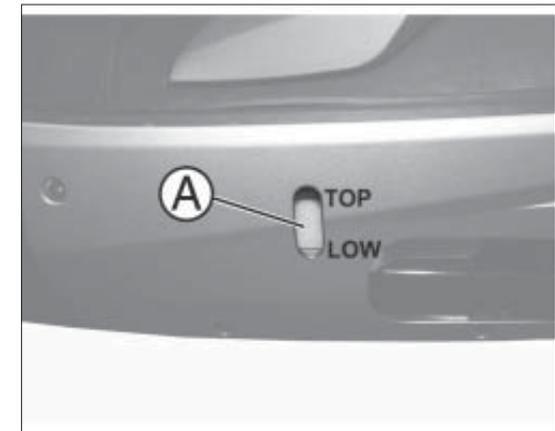

Abb. 4
- über das dazugehörige Inspektionsloch Abb. 4, unter der Fußraste kontrollieren, dass die Flüssigkeit auf der richtigen Höhe der Bezugsmarkierung Top liegt.